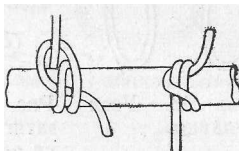

Рис. 48. Рыбацкий штык
*Рыбацкий штык* (рис. 48). Один из самых удобных узлов, применяемых для привязывания линия к небольшим предметам. Необходимо следить за тем, чтобы конец линия, который проводят под охватывающие предмет шлаг, был правильно закреплен. Если конец троса и шлаг, которые он перекрещивает, положены в одном направлении, то узел поползет. Также не держится узел, завязанный на толстых предметах. Но при привязывании швартовного конца к рыму этот узел незаменим.